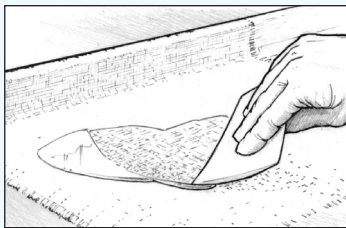

Figure 29 Etaler l'époxy à la surface du tissu avec une spatule en plastique
5. Etalez l'époxy à la surface du tissu avec une spatule en plastique 808, en poussant délicatement le mélange vers les zones sèches (*Figure 29*). Le tissu devient transparent à mesure qu'il est imprégné, ce qui indique qu'il a absorbé suffisamment d'époxy. Si vous appliquez le tissu sur une surface poreuse, laissez suffisamment d'époxy pour qu'il puisse être absorbé à la fois par la toile et par la surface du dessous. Essayez de limiter les coups de spatule, car plus la surface imprégnée sera travaillée, plus elle contiendra de petites bulles d'air en suspension dans l'époxy. Ceci est particulièrement important lorsque vous désirez obtenir une finition transparente.